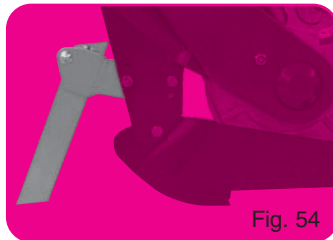

Fig. 54
- Coultre avant seul (sans chasse-mottes) (fig. 54)
- Front coulters only (without clod remover) (fig. 54)
- Furchenlockerer nur vorne (ohne Klutenräume) (Abb. 54).
- Передний анкер (без комьеотвода) (рис. 54)